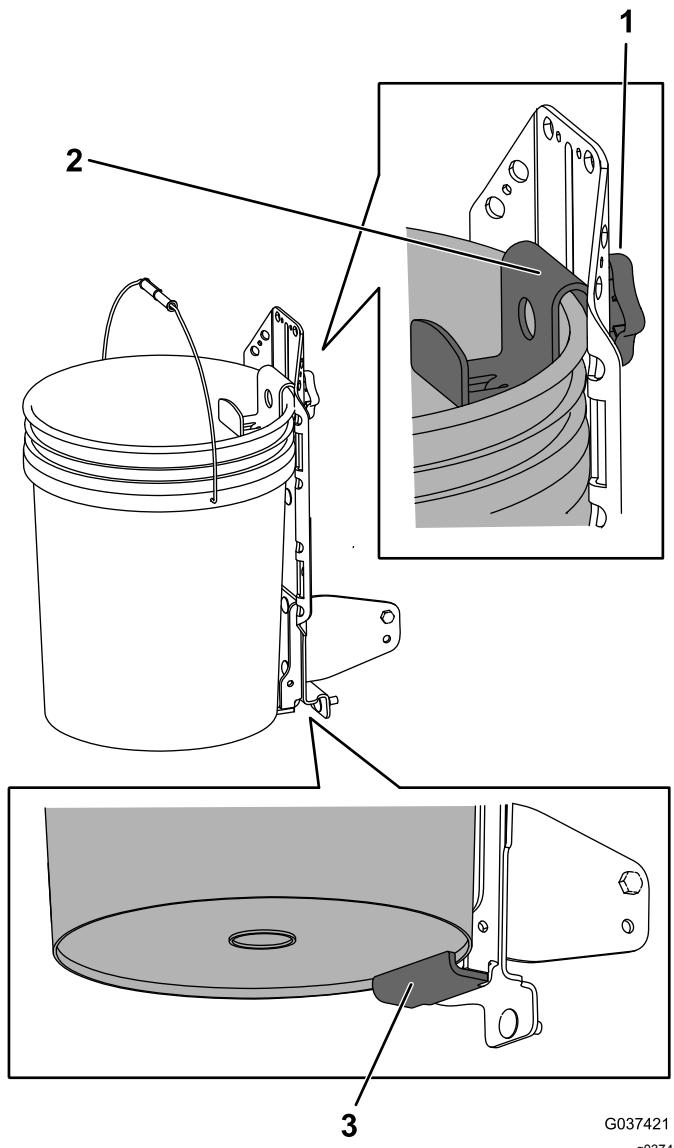

Figure 16
1. Desserrez le bouton et élévez le support supérieur. Resserrez le bouton pour le bloquer en place (Figure 16).
2. Si vous avez déposé le support articulé, placez le rebord inférieur du seau sur le rebord inférieur du support soudé (Figure 16).
3. Desserrez le bouton et abaissez le support supérieur aussi loin que possible à cheval sur le bord du seau. Resserrez le bouton (Figure 16).